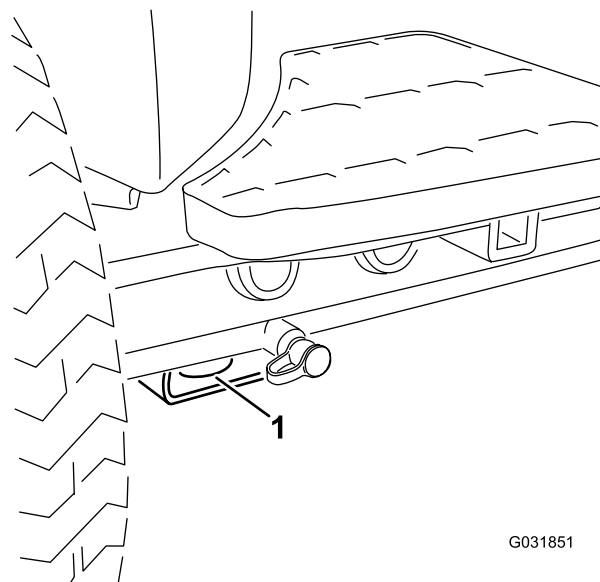

Figura 54
- **Dianteira da máquina** – o orifício na pastilha retangular, por baixo do tubo do eixo, dentro de cada pneu dianteiro (Figura 54).